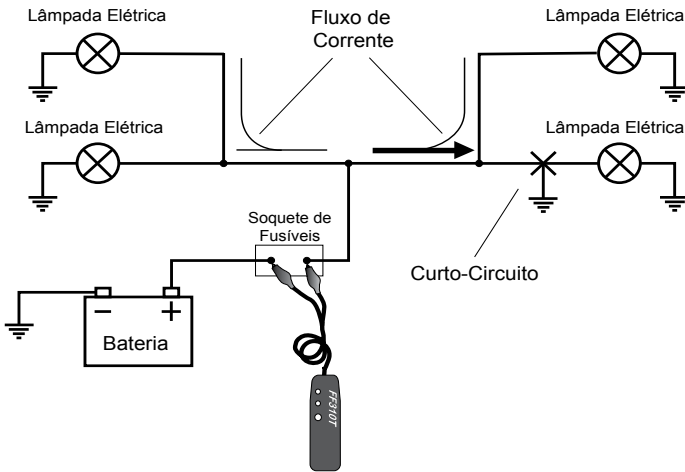

Fig. 10 - Esquema de um circuito com múltiplas cargas
- Quando fazendo o rastreamento de circuitos conectados, ou que estão alimentando cargas múltiplas e / ou derivações (Ver Fig. 10)., e quando estes circuitos estão ativos ou em carga, a maior parte da corrente injetada no circuito pela unidade transmissora FF310T, será direcionada para o ramo em curto-circuito. No entanto, pequenas quantidades de corrente (ou correntes parasitas) fluirão para outros ramos, desde que estes forneçam uma passagem para a terra (ou seja, fechar o circuito).
- A maneira mais simples e mais eficaz para lidar com esses casos, é desligar ou remover todas as cargas do circuito que está sendo rastreado (ou seja, remoção de lâmpadas conforme exemplo mostrado na FIG. 10).